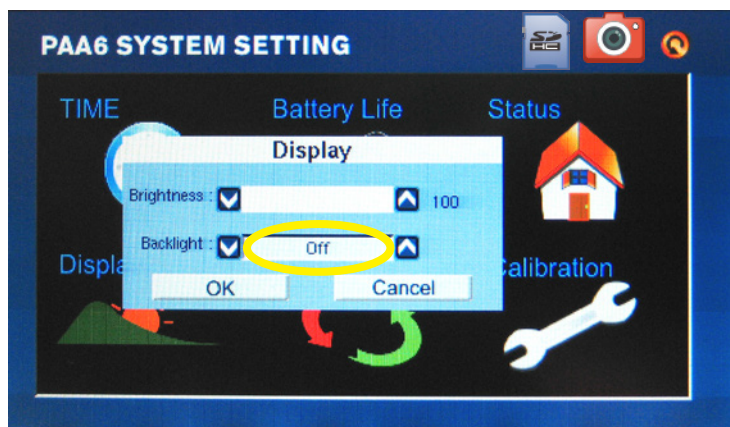

figure 11
- 常に画面を明るく表示させるためには、バックライトのスリープモードをOFFにしてください。ONの場合、画面は数分後暗くなります。(図11) System⇒Displayメニューで設定できます。